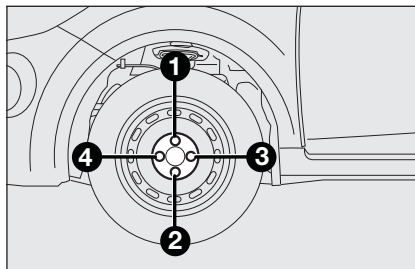

fig. 8
- strângeți până la capăt buloanele, trecând alternativ de la un bulon la cel diametral opus, în ordinea ilustrată în **fig. 8**.
- cu ajutorul cheii din dotare, strângeți până la capăt buloanele conform ordinii ilustrate în **fig. 8**;